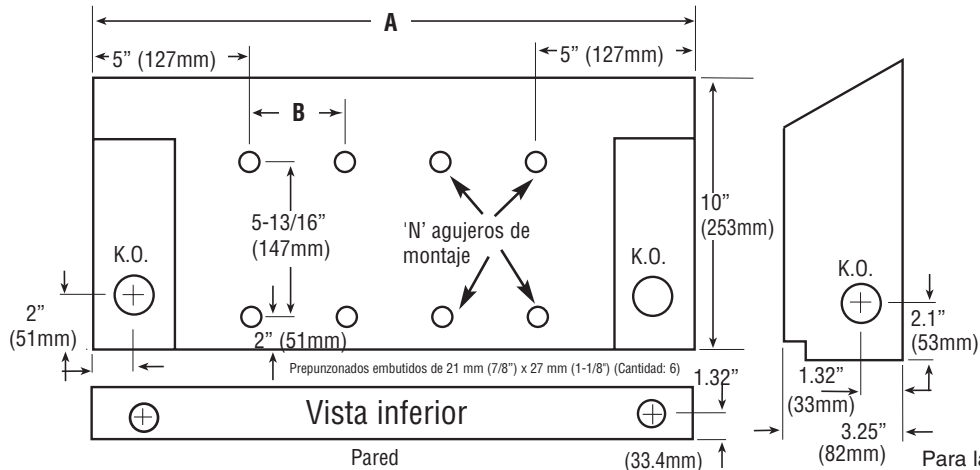

Fig. 1
4. Seleccione el prepunzonado por el que deben hacerse llegar las conexiones eléctricas al calefactor. Las conexiones pueden ingresar por cualquiera de los extremos. Vea la Fig. 1. Retire la cubierta de la caja de conexiones quitando los dos (2) tornillos. Instale el alivio de tensiones, dejando 152 mm (6") de cable dentro de la caja de conexiones.